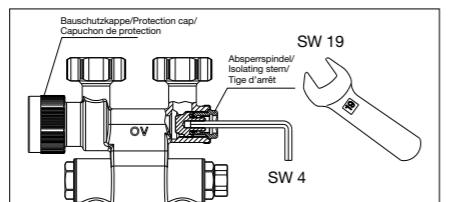

Bild 7 / Illustr. 7 / Fig. 7
- Fermer le clapet à l'aide d'une clé à six pans (clé de 4) en la tournant vers la droite (Fig. 7).
- Fermer le raccord comme décrit sous point «Fermeture» (Fig. 7).
- Ouvrir le clapet (Fig. 7) en le tournant vers la gauche jusqu'en butée à l'aide d'une clé à six pans (clé de 4). Purger le radiateur.
- Ventilegel mit Sechskantschlüssel (SW 4) durch Rechtsdrehen schließen (Bild 7).
- Die Armatur wie unter Punkt „Absperrnen“ beschrieben schließen (Bild 7).
- Mit Sechskantschlüssel (SW 4) den Ventilegel (Bild 7) durch Linksdrehen bis Anschlag öffnen. Heizkörper entlüften.